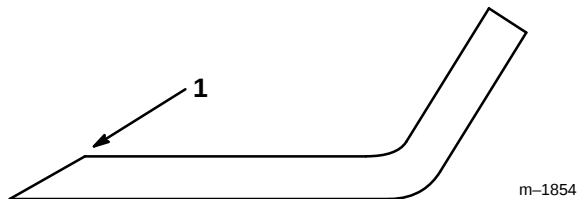

Figure 18
1. Au moyen d'une lime, aiguïser les arêtes de coupe aux deux bouts de la lame (Fig. 18) en veillant à conserver l'angle de coupe d'origine. Limer la même quantité de métal sur chacune des deux arêtes pour ne pas déséquilibrer la lame.